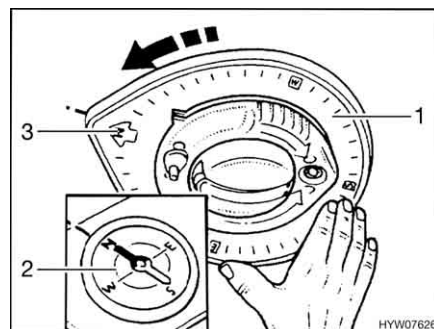

Fig. 16 Orientamento dell'anello di fissaggio per la posizione
- Con la bussola in dotazione (Fig. 16,2) determinare la direzione "N" (nord).
- Ruotare l'anello di fissaggio per la posizione (Fig. 16,1) finché la freccia con il contrassegno "N" (Fig. 16,3) non coincide con la direzione nord sulla bussola (Fig. 16).